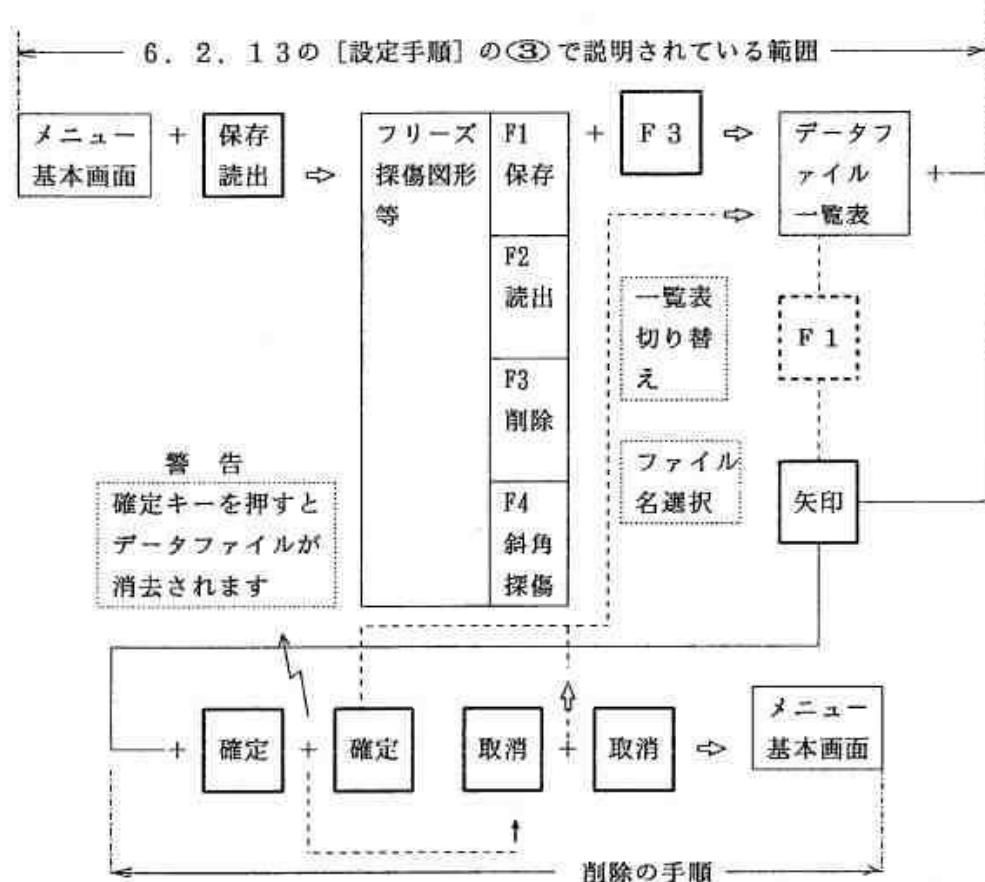

図 6.2.32-10 データ削除の方法
- ① 6. 2. 12 の [設定手順] の ③ から説明します。機能キー [F 3] を 1 回押します。削除したいデータファイル名を矢印キーで選択した後、確定キーを 1 回押します。
- ② 探傷条件表示エリアに、[確定キーを押すとデータファイルが消去されます。] と言う警告が表示されますから、選択しているデータファイル名を確認した後に、確定キーを 1 回押して下さい。この操作で、指定したデータファイルは削除され、表示器には、データファイル一覧表が表示されます。
- ③ 選択しているデータファイル名が誤っていた場合は、取消キーを 1 回押します。この操作で、図 6.2.32-10 の機能キー [F 3] を 1 回押した後の状態に戻ります。
- ④ 続いて他のデータファイルを削除する時は、① ~ ② の手順を繰り返します。